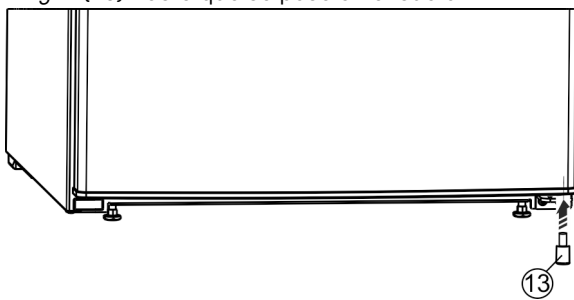

Fig. 11
- ▶ Colocar la pieza distanciadora Fig. 11 (13) de nuevo en el lado inferior derecho de la puerta, puesto que es importante para la estabilidad del aparato.